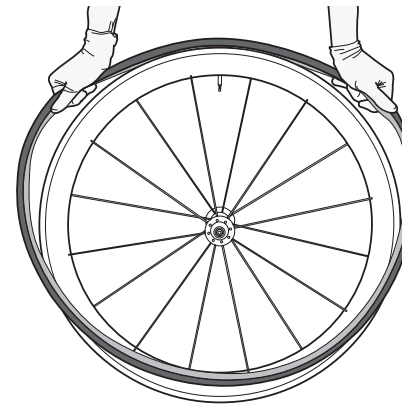

Ilustración 24.
6. Coloque las manos a la derecha y a la izquierda de la válvula, sujete la banda de rodadura y las paredes laterales del neumático y presione el neumático para instalarlo en el asiento de la llanta (ilustración 24 y 25).